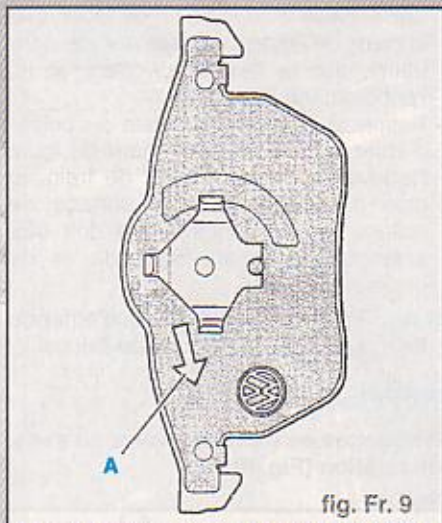

fig. Fr. 9
- En état de pose, veiller à ce que la flèche (A) sur la contre-plaquette de la plaquette de frein soit dirigée vers le bas (Fig. Fr. 9).